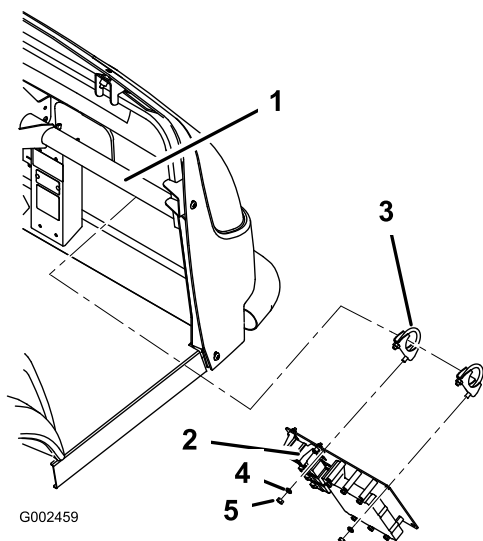

Figura 11
- C. Para el sistema de pulverización Workman 200, instale la placa de montaje usando 2 abrazaderas (5/16 x 3/4 pulgada) 2 tuercas (5/16 pulgada) y 2 arandelas de freno, 5/16 pulgada) según se muestra en Figura 11.